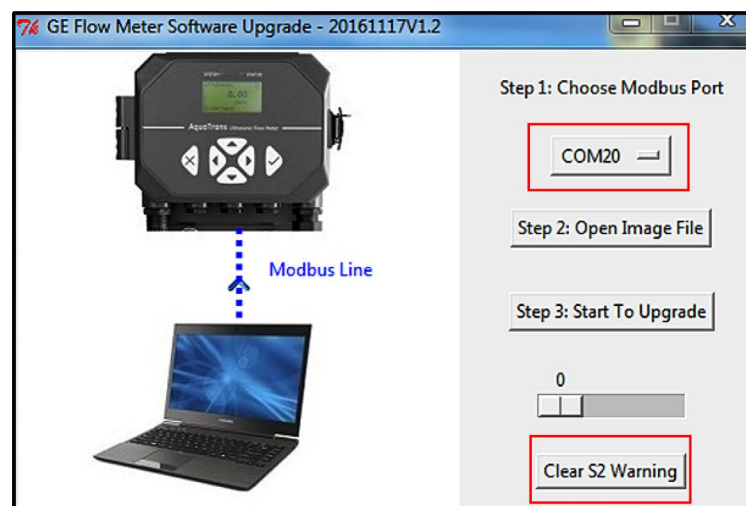

Figure 38 : Suppression d'un avertissement S2
1. Dans le logiciel de mise à jour, cliquez sur le bouton de port COM et sélectionnez le port spécifique qui a été utilisé pour la mise à jour (voir l'encadré rouge en haut de la figure 38 ci-dessous).
2. Cliquez sur le bouton Clear S2 warning (Supprimer l'avertissement S2) (voir l'encadré rouge en bas de la figure 38 ci-dessous).